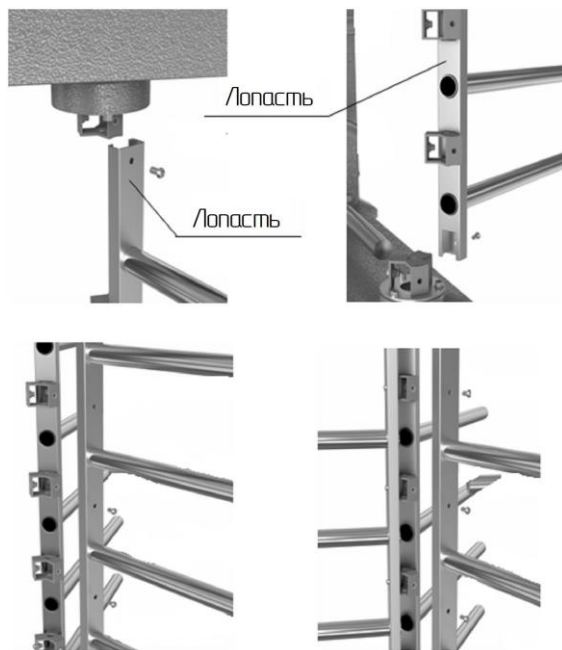

Рис. 6 Сборка центральной стойки
- установите на посадочные плоскости фланцев лопасть с внутренними кронштейнами (рис. 6) и закрепите винтами М8 (не затягивая их), положение "верх" на лопасти указано маркировкой;